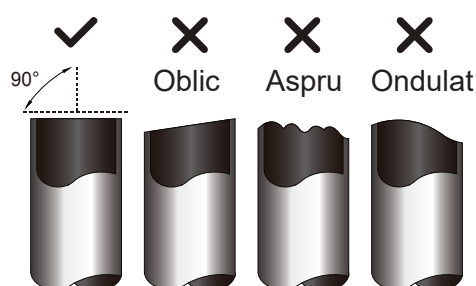

Fig. 6.1
- Asigurați-vă că țeava este tăiată la un unghi perfect de 90°. Consultați **Fig. 6.1** pentru exemple proaste de tăiere.